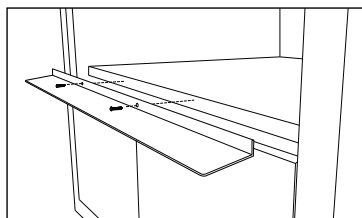

Figure 10
2. Installez le déflecteur comme illustré dans les figures 10 et 11.